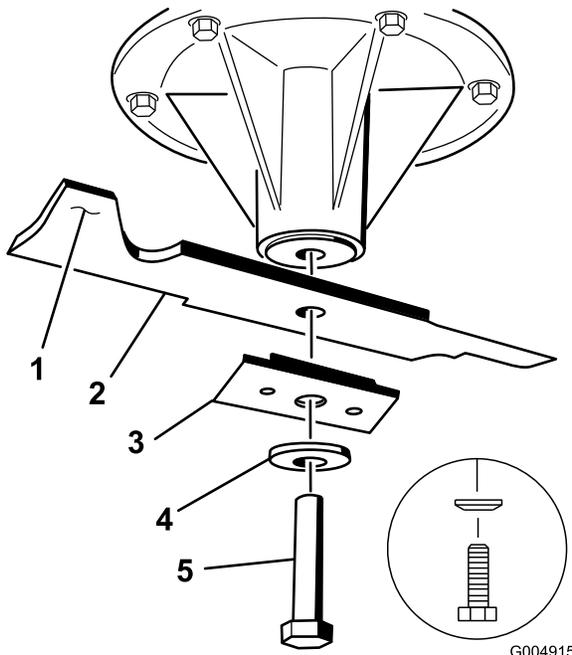

Figure 49
2. Enlevez de l'axe, le boulon, la rondelle bombée, le renfort et la lame (Figure 49).
1. Placez la lame sur l'axe (Figure 49).
**Important:** Pour obtenir une coupe correcte, la partie relevée de la lame doit être tournée vers le haut et dirigée vers l'intérieur du plateau de coupe (Figure 49).
2. Posez la lame, le renfort, la rondelle bombée et le boulon de lame (Figure 49).